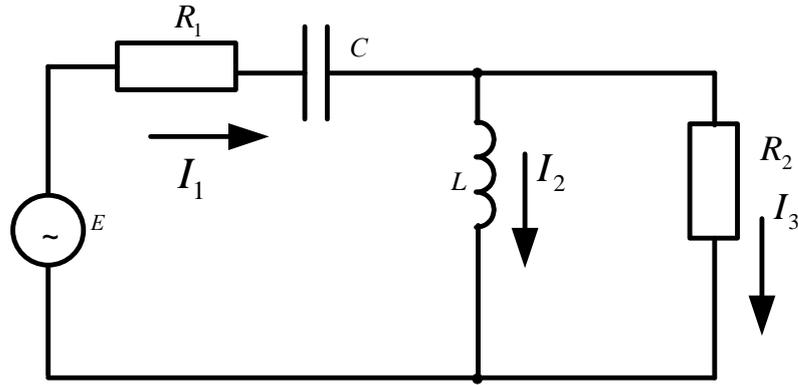

Рисунок 47
**Задача 58.** В схеме (рис.47)  $R_1=10\text{Ом}$ ;  $R_2=10\text{Ом}$ ;  $C=159\text{мкФ}$ ;  $L=31,8\text{мГн}$ ;  $E=100\text{В}$ ;  $f=50\text{Гц}$ . Рассчитать токи используя метод преобразования пассивных схем, а так же методом контурных токов. Сравнить полученные результаты. Проверить баланс активной и реактивной мощности. Построить векторную диаграмму токов и напряжений